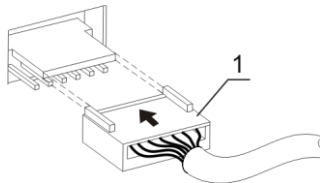

Fig.1 Connexion du bloc thermostaté
- Choisissez un bloc thermostaté, puis connectez la prise à la borne de contact située sur la face inférieure du bloc conformément au schéma de la Fig. 1/1. Vérifiez que le connecteur soit solidement fixé.
- Dévissez les quatre vis moletées, soulevez le bloc en veillant à ne pas endommager les câbles, puis déconnectez la prise (fig. 1/1).